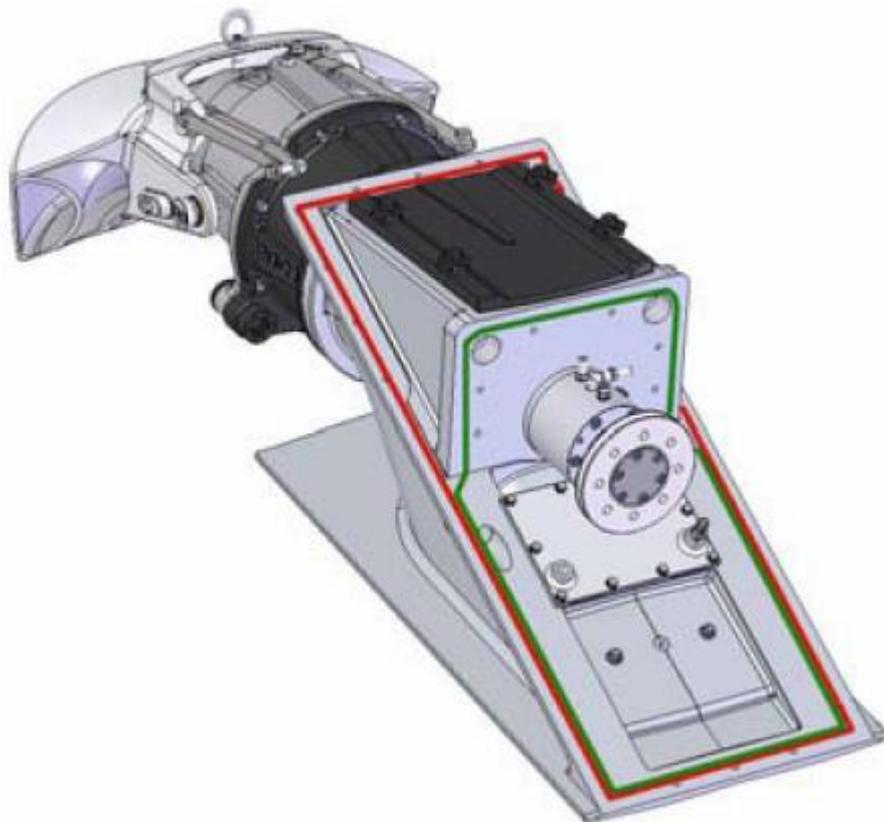

Figura 16. Il corpo dell'unità propulsiva
1. Spargere componente collante sulle superfici di fissaggio a seconda del metodo di montaggio scelto (Figura 16, punto A).